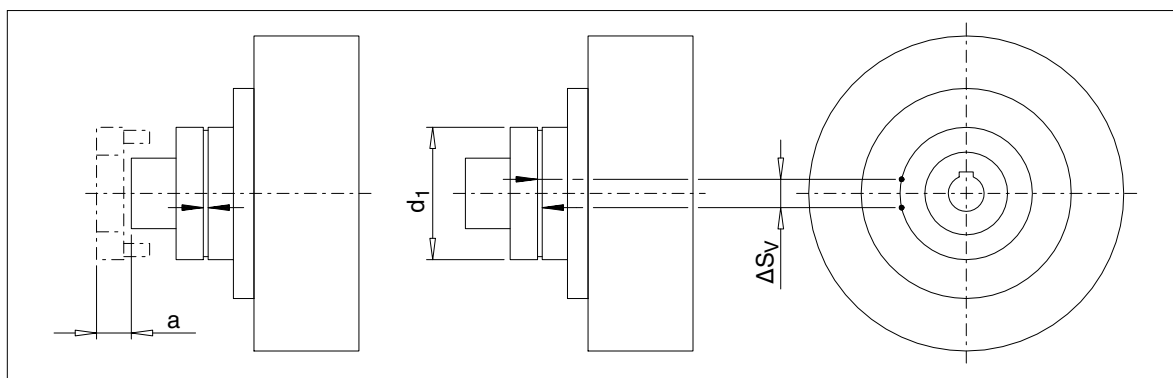

Figura 10: Intervallo di manutenzione del giunto da montaggio N-EUPEX
Se un gioco di torsione aumentato non compromette il funzionamento del giunto, i pacchi elastici (12) possono essere impiegati fino al raggiungimento di un limite d'usura definito, prima di essere sostituiti. Per la valutazione dell'usura, nella tabella 11 viene riportato il gioco di torsione ammesso, convertito nella misura di corda ΔS_V sul diametro esterno del giunto. Per rilevare la misura ΔS_V , una parte del giunto viene girata fino alla battuta senza momento torcente e su entrambi i lati viene applicata una marcatura (vedi figura 10). Mediante la rotazione della parte del giunto nel senso inverso fino alla battuta, le marcature si allontanano fra loro. Dalla distanza fra le marcature si ottiene la misura di corda ΔS_V . Se la misura ΔS_V supera il valore indicato nella tabella 11, occorre provvedere alla sostituzione dei pacchi (12).
Per il tipo FGD/FVD è possibile una sostituzione dei pacchi (12) senza lo spostamento delle macchine accoppiate se è stata osservata la misura per la sostituzione "a" (vedi tabella 11 e figura 10). Dopo aver svitato il raccordo a vite parte 2/3 la parte 3 viene spostata assialmente e girata rispetto alla parte 2. Ora i pacchi (12) sono liberamente accessibili.